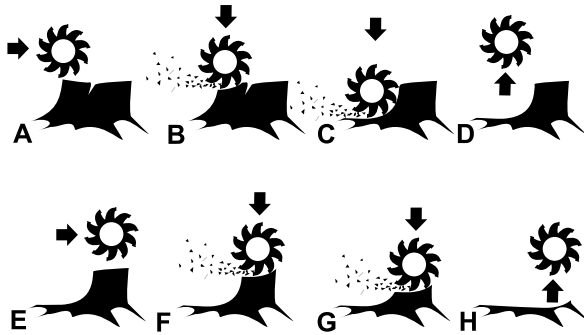

Figura 9
5. Mueva la rueda de corte hacia un lado (Figura 8), luego bájela aproximadamente 1 a 2.5 cm (1/2" a 1") sobre la esquina superior delantera del tocón. Mueva la rueda de corte hacia un lado y otro, bajando la rueda de 1 a 2.5 cm (1/2 a 1") aproximadamente antes de cada pasada, hasta que haya eliminado la parte delantera del tocón hasta el nivel del suelo (A – D en Figura 9).
7. Repita los pasos 5 y 6 hasta que haya eliminado el tocón por completo (E – H en Figura 9).